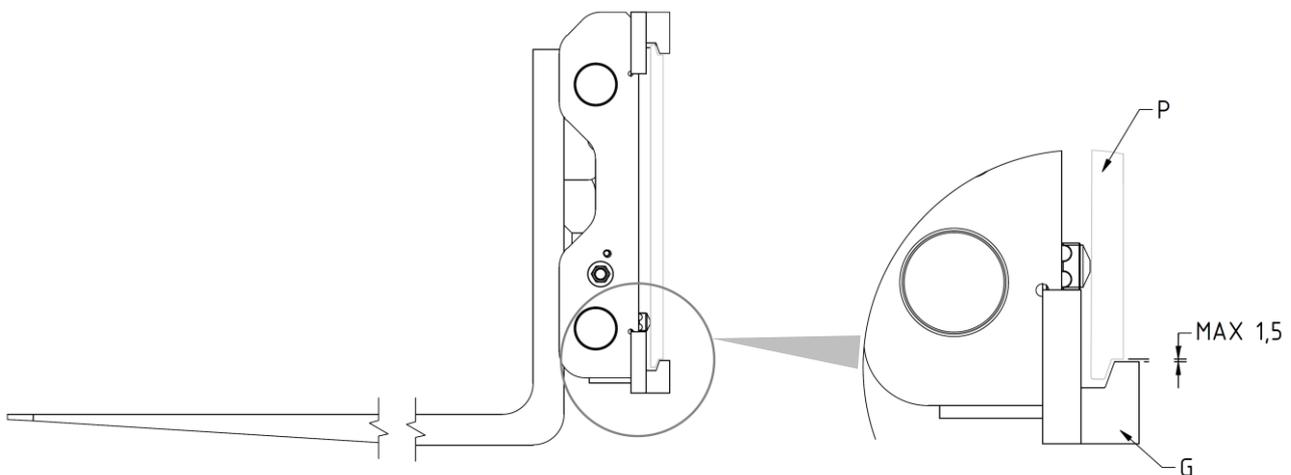

Abbildung 4
8. Schrauben Sie die 2 unteren Haken **G** wieder an, so dass sie unterhalb des Gabelträgers **P** befestigt werden (mit max. Spiel 1,5mm wie in der *Abbildung 4*); für das Anziehen bitte das in *Tabelle 3* angegebene Anzugsmoment beachten.